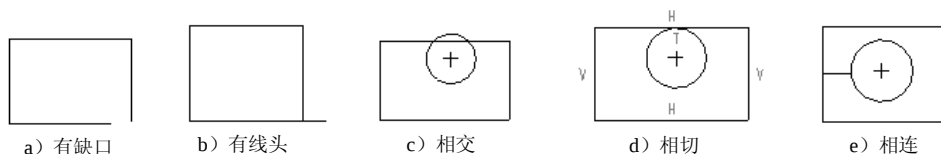

图 5.2.39 实体拉伸特征的几种错误截面
- ☑ 截面必须闭合, 截面的任何部位不能有缺口, 如图 5.2.39 a 所示。如果有缺口, 可用修剪命令  →  将缺口封闭。
- ☑ 截面的任何部位不能探出多余的线头, 如图 5.2.39 b 所示。对较长的多余的线头, 用命令  →  修剪掉。如果线头特别短, 即使足够放大也不可见, 则必须用命令  →  修剪掉。
- ☑ 截面可以包含一个或多个封闭环, 生成特征后, 外环以实体填充, 内环则为孔。环与环之间不能相交或相切, 如图 5.2.39 c 和图 5.2.39 d 所示; 环与环之间也不能有直线 (或圆弧等) 相连, 如图 5.2.39 e 所示。